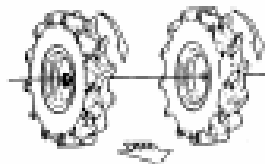

Fig. 2
- che le ruote siano a giusta pressione ed orientate correttamente (**Fig.2**);